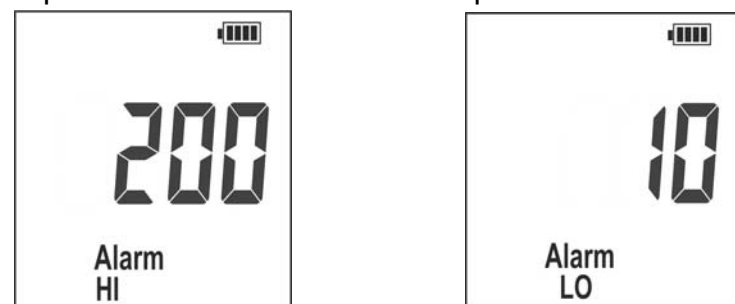

Fig. 11: Attivazione funzione allarmi HIGH e LOW
17. Premere il tasto **J** per confermare l'impostazione della soglia HIGH e passare alla soglia LOW (vedere Fig. 11 – parte destra)